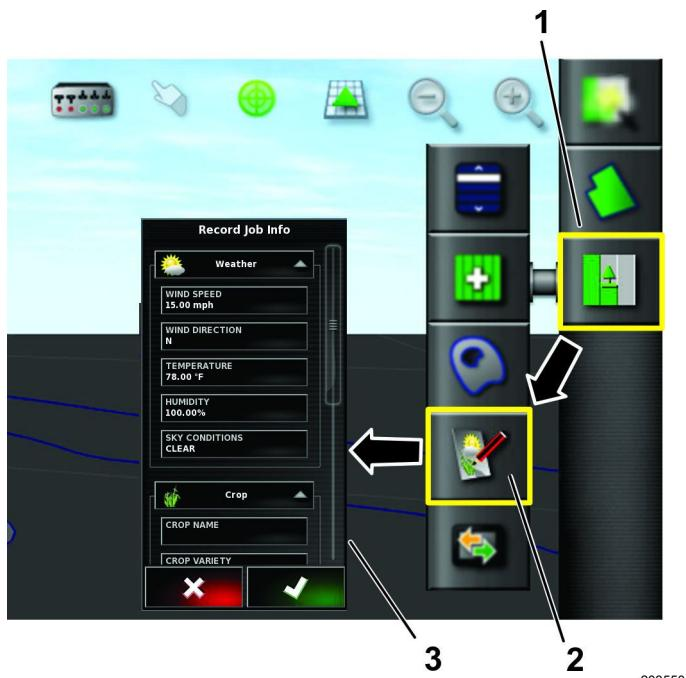

Figura 86
1. Pressione o ícone de trabalho (Figura 86).
3. Pressione o ícone de Informações do trabalho gravado (Figura 86).